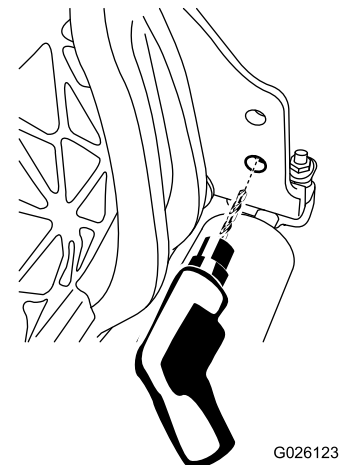

Figura 14
- Alargue o furo inferior do lado direito da unidade de corte utilizando uma broca de 9 mm (Figura 14).